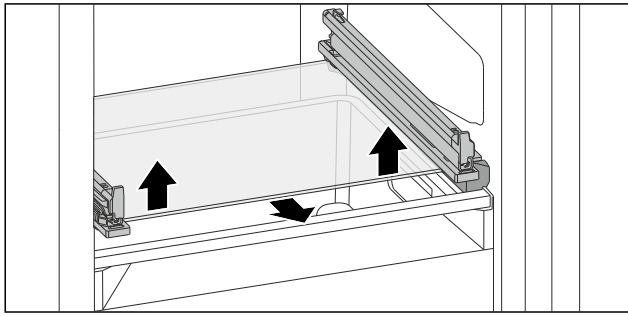

Fig. 108 可倾斜抽屉的玻璃隔板
- ▶ 从下方两侧向上推玻璃隔板。(参见 Fig. 108)